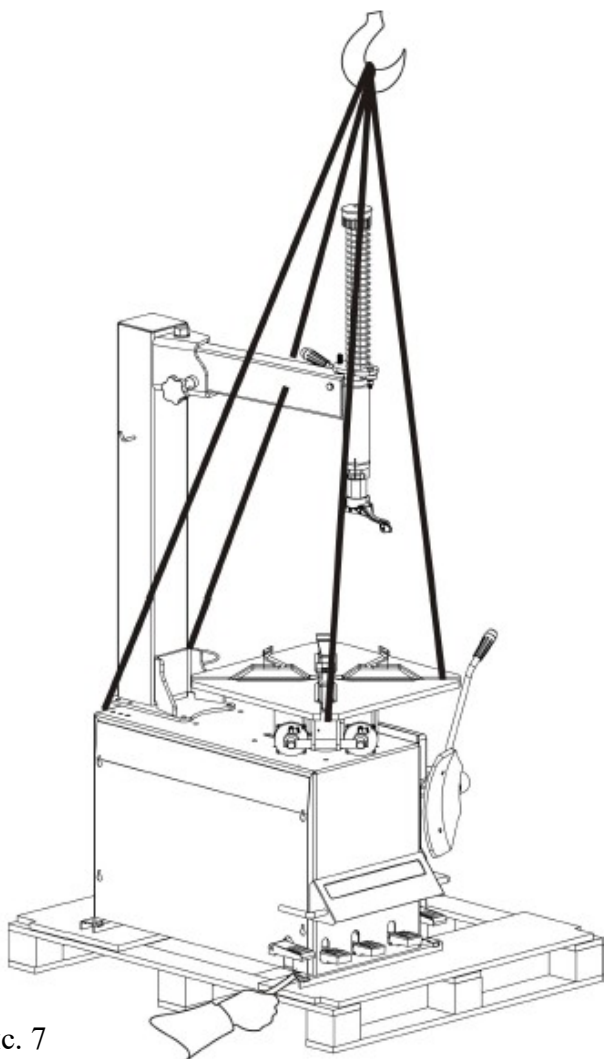

Рис. 7
- Открутите винты с помощью гаечного ключа (рис. 7). Используйте подъемник для подъема станка, перемещения поддона, размещения станка.